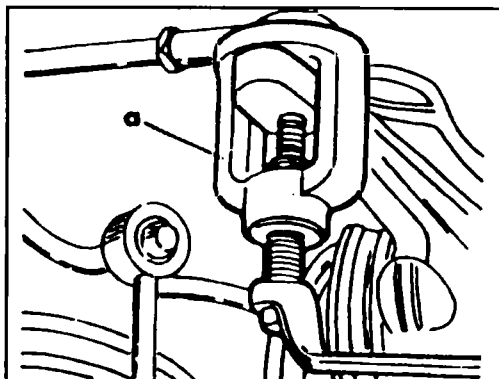

Рис. 8.3 Отсоединение рулевого шарнира от рычага поворотного кулака
- ◆ С левой и правой стороны отвинтите самоконтрящиеся гайки крепления пальцев рулевых шарниров к поворотным кулакам. При помощи соответствующего съемника вытолкните пальцы шарниров из рычага поворотного кулака (см. рис. 8.3.).